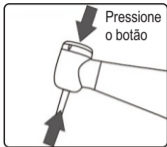

Fig.2.1
- 1) Insira a broca/lima na cabeça do instrumento e gire-a suavemente até encaixar no mecanismo (Fig 2.1).